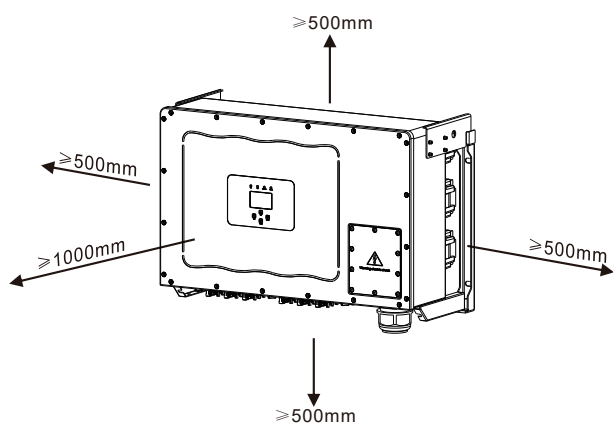

Abb. 4.3 Einbaulücke
- Bei der Installation von mehr als einem Wechselrichter muss zwischen den einzelnen Wechselrichtern ein Abstand von mindestens 500 mm eingehalten werden. Und zwei benachbarte Wechselrichter sind ebenfalls mindestens 500 mm voneinander entfernt. Installieren Sie den Wechselrichter an einem Ort, den Kinder nicht berühren können. Siehe Abbildung 4.3.